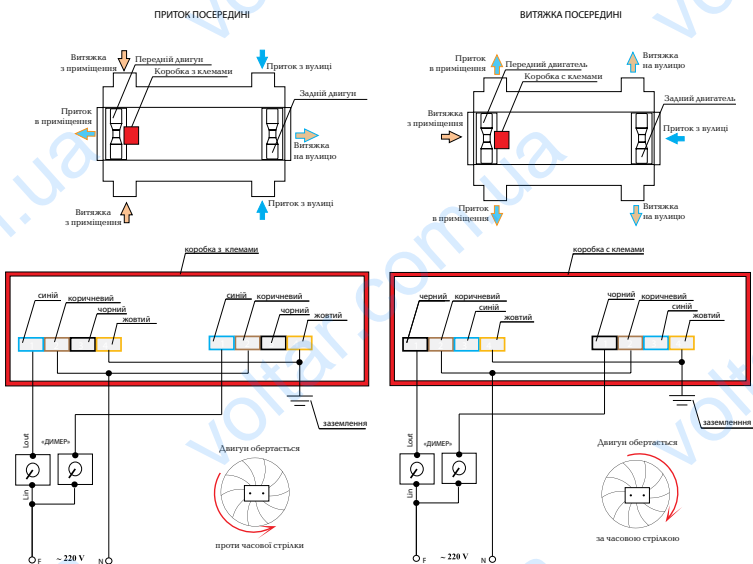

Рис. 2. Підключення рекуператора до електромережі
1. Підключити контактні клеми 1, 2 (рис. 2) до електричної мережі за допомогою двожильного кабелю живлення із перерізом не менше 0,75 мм2. Димер підключають до мережі живлення послідовно.